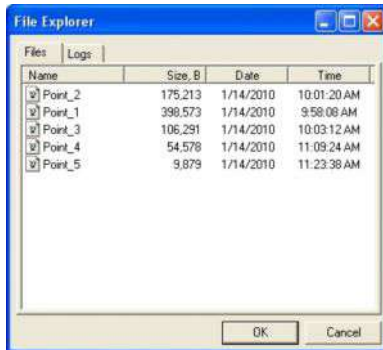

Рис. 5-1. Окно File Explorer
2. В главном окне щелкните значок  . Открывается окно File Explorer, в котором отображаются все файлы сырых данных (Рис. 5-1).